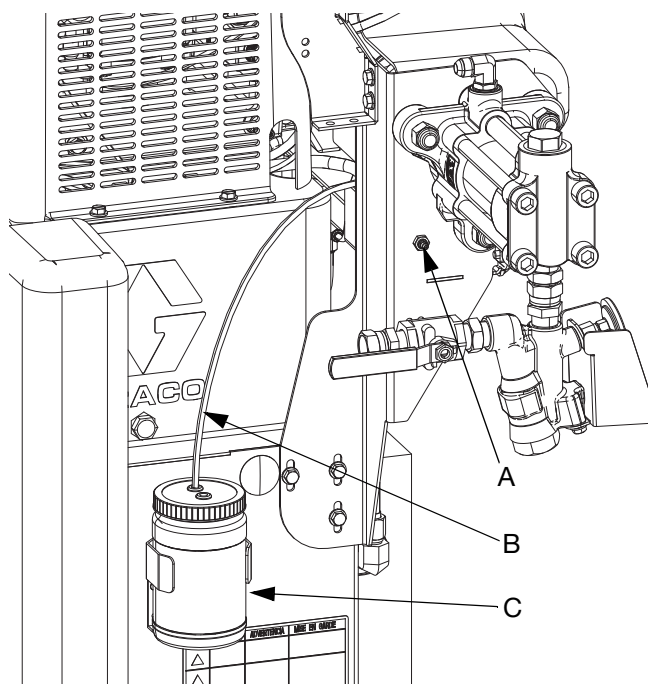

図 19:
1. 潤滑するポンプ近くのポンプブラケットに取り付けられた潤滑取り付け継手 (A) を確認します。
2. 潤滑剤ガンを潤滑継手に取り付けます。新しい潤滑剤が潤滑剤放出管 (B) から潤滑剤受け (C) に放出されるのが観察されるまで、新しい潤滑剤をポンプに送り込みます。
3. 他のポンプで繰り返して下さい。以下を参照してください: 図 19.